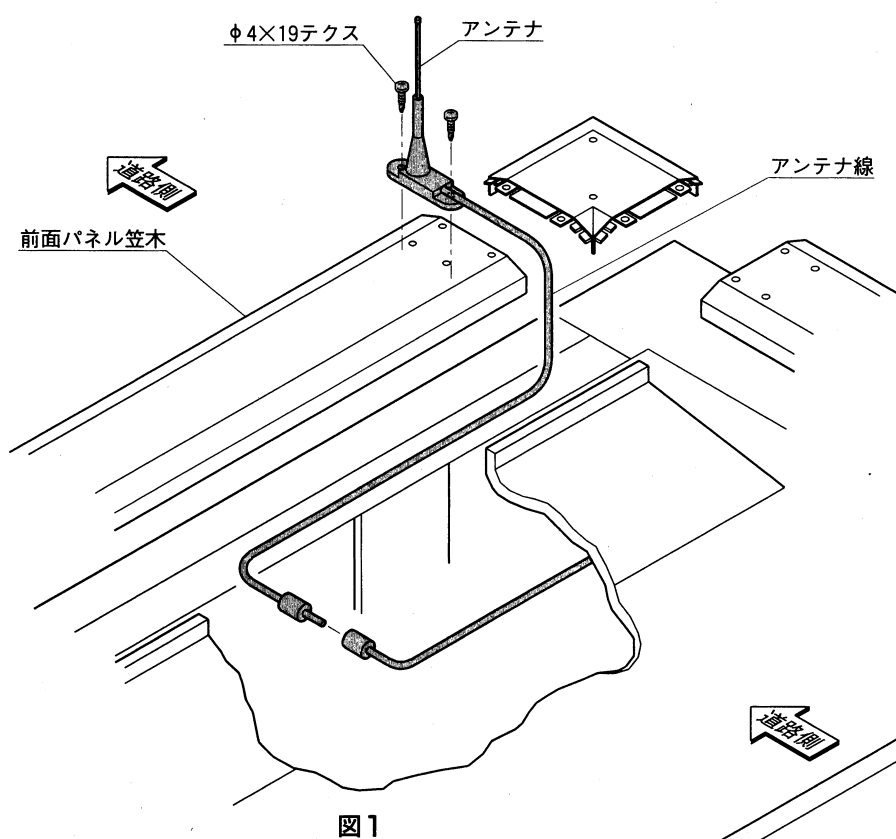

図1
- ① ③～⑥の4枚のカバーに防水テープを貼付けてください。
- ② 下板の内まぐさ側(奥側)を、カバー取付ネジ $\phi 4 \times 12$ タッピングで固定してください。
- ③ 前板の下側と下板の手前側を重ねて、カバー取付ネジ $\phi 4 \times 12$ タッピングでカバーアングルに固定してください。
- ④ 上板の手前と前板の上側を重ねて、カバー取付ネジ $\phi 4 \times 12$ タッピングでカバーアングルに固定してください。
- ⑤ 上板の躯体側をカバー取付ネジ $\phi 4 \times 12$ タッピングで、カバーアングルへ固定してください。
- ❶ 図1のようにアンテナをφ4×19テクスネジで前面パネル笠木へ取付けてください。(位置は任意です。)
- ❷ アンテナ線をシャフト側のアンテナ線と接続してください。
- ❸ 側壁笠木と端部キャップをナベ小ネジ(φ4×14)で取付けてください。
- ❹ シャッター本体に笠木コーナーキャップ、笠木をのせてください。